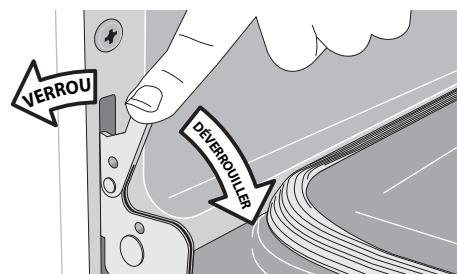

Figure 18 : Verrous des charnières de porte
2. Tirer les verrous des charnières de gauche et de droite complètement vers le bas du cadre de four, vers la porte du four (voir Figure 18). Il peut être nécessaire d'utiliser un tournevis plat.
4. Pousser les verrous de charnière vers le haut et de part et d'autre du cadre de four à la position de verrouillage (voir Figure 18).